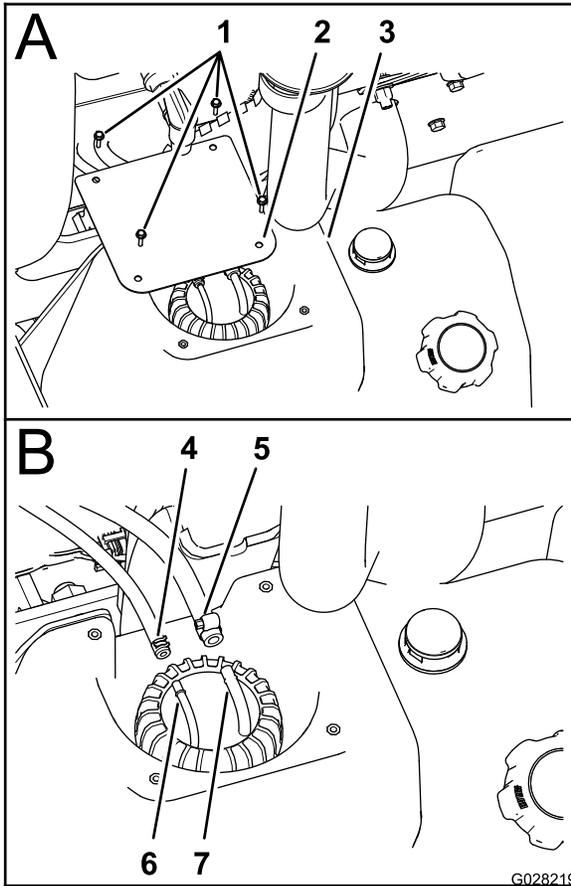

Figura 76
2. Retire los 4 tornillos (Nº 10 x 3/4") que sujetan la tapa a la parte superior del depósito de combustible, y retire la tapa (Figura 76).
3. Afloje las abrazaderas que sujetan las 2 mangueras de combustible a los 2 acoplamientos de manguera, en la parte superior del conjunto de tuberías de combustible (Figura 76).
4. Desconecte las dos mangueras de los acoplamientos, y vacíe cualquier combustible de la manguera en un recipiente de combustible homologado (Figura 76).
- Monte la manguera de combustible de 6,4 mm sobre el acoplamiento de manguera de 6,4 mm, y sujete la manguera al acoplamiento con la abrazadera (Figura 76).
- Monte la manguera de combustible de 8 mm sobre el acoplamiento de manguera de 8 mm, y sujete la manguera al acoplamiento con la abrazadera (Figura 76).